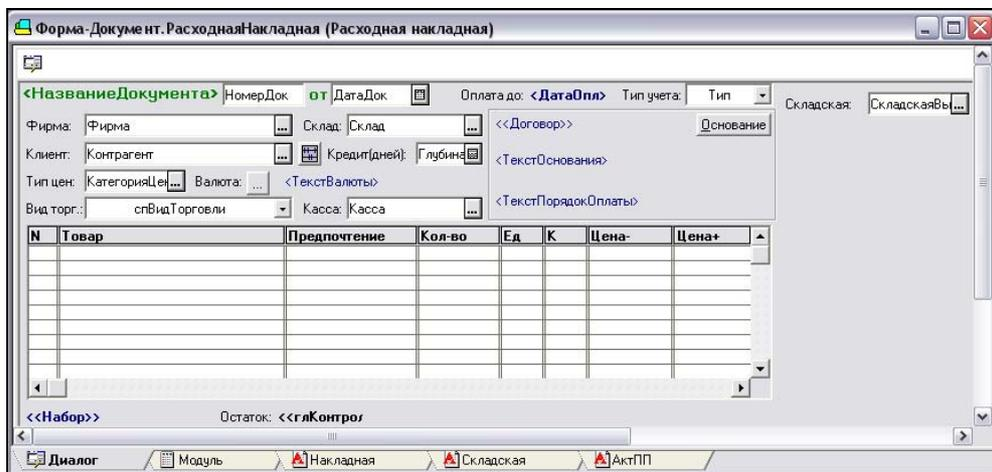

Рис. 5.50. Размещение нового реквизита в шапке документа
- В шапке расходной накладной выбираем, куда поместить новый реквизит, и щелкаем туда мышью. Растягиваем реквизит, чтобы им удобно было пользоваться. Получится нечто, схожее с рис. 5.50.